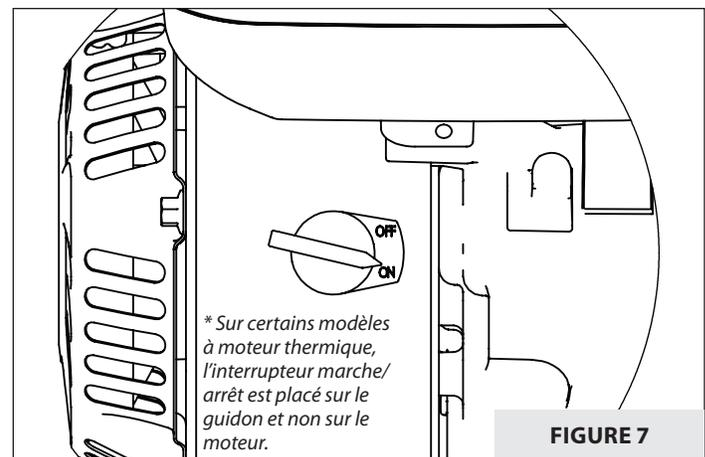

FIGURE 7
4. Mettre l'interrupteur ON/OFF (Marche/Arrêt) en position ON. (Sur certains modèles à moteur thermique, l'interrupteur Marche/Arrêt est placé sur le guidon et non sur le moteur.) **VOIR FIGURE 7.**